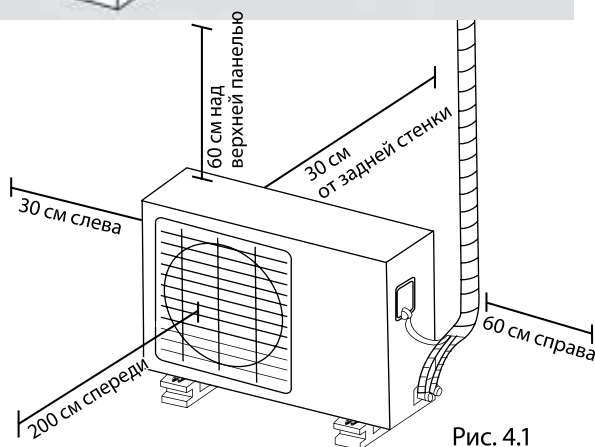

Рис. 4.1
- ☑ Соответствовать всем требованиям по зазорам, показанным на рис. 4.1.